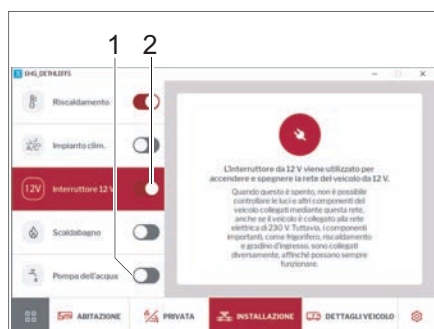

Fig. 263 12 V e pompa idrica
- Accendere o spegnere la rete a 12 V del veicolo con l'interruttore a scorrimento (Fig. 263,2).
- Accendere o spegnere la pompa idrica con l'interruttore a scorrimento (Fig. 263,1).